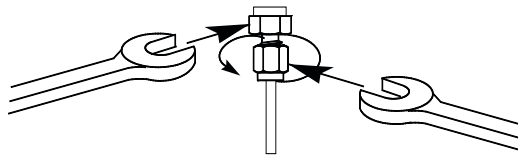

図 34 最後の締め付け
- 7** 1/8 インチの Swagelok フィッティングの場合、7/16 インチレンチを 2 本使ってフィッティングを 3/4 回転させ、締め付けます (図 34)。
1/4 インチのフィッティングの場合、9/16 インチレンチを 2 本使ってフィッティングを 1 回と 1/4 回転させ、締め付けます (図 34)。